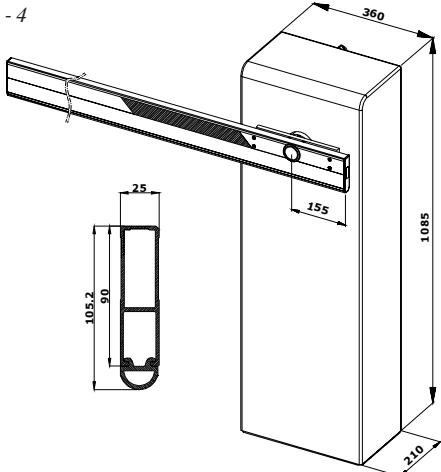

Fig.3
| Abmessungen des Antriebs (mm)                                 | siehe Abb. 3 - 4 |       |          |      |
- Die Zugstange Bez. 16 Abb. 3 abmontieren.